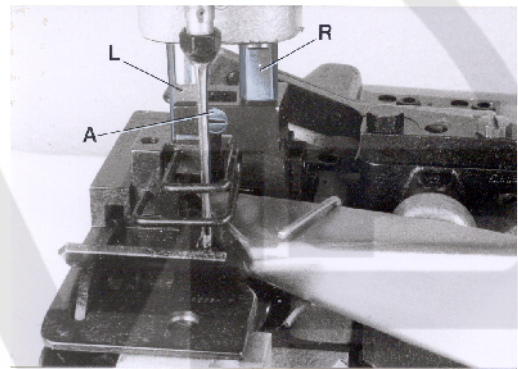

Fig. 10
Styles 80800TL, TAL, U, UA, UL and UAL have a two-piece presser foot. Insert the right presser foot part on the pivot of the right presser bar (R, Fig. 10) and align the flats on the two lock nuts (A). Note: The two set screws (A) should just contact the pivot of the right presser bar (R) but not be tightened. Now tighten the two set screws left in the presser foot shank on the left presser bar (L) and align it with needle slot and feeler slot to the throat plate. Tighten set screws in both presser foot shanks.
Die Maschinen 80800TL, TAL, U, UA, UL, and UAL haben einen zweiseitigen Drückfuß. Schieben Sie das rechte Drückfußteil auf den Zapfen der rechten Drückfußstange (L, Fig. 10) und richten Sie die Flächen auf der linken Drückfußstange (L, Fig. 10) nach der Führungsgabel der Drückfußnabe aus. Die Flächen der linken Drückfußstange müssen in der Gabel leicht gleiten können, dies kann mit der Schraube (A) eingestellt werden. Sichern Sie die Einstellung mit der Kontermutter. Nun schieben Sie das linke Drückfußteil auf den Zapfen der linken Drückfußstange (L) und richten es mit Stichloch und Tasterschlitz zur Stichplatte aus. Ziehen Sie die Gewindestifte in beiden Drückfußnaben an.